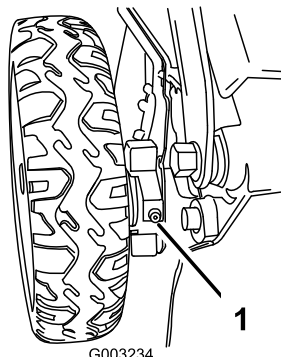

図 33
1. 後輪のすぐ内側にあるグリスフィッティングをきれいに拭く **図 33**。